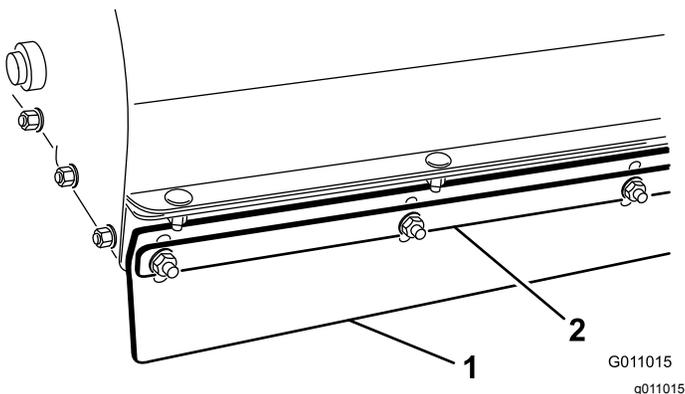

図 23
1. ブラシハウジングに金属製ストラップと前フラップを固定しているナットをゆるめる図 23。